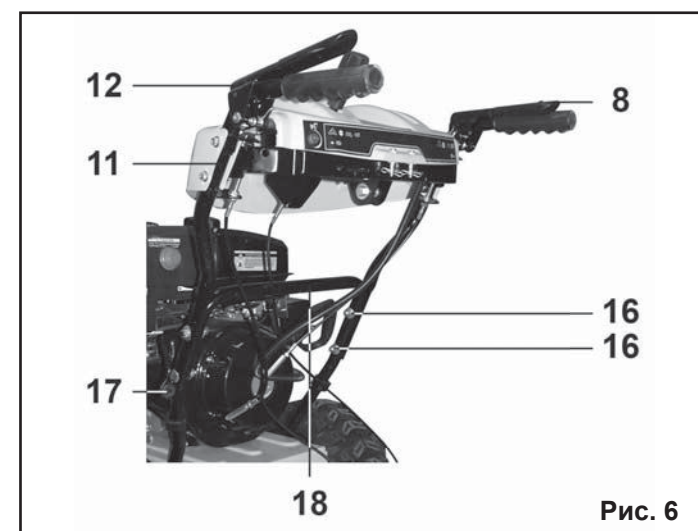

Рис. 6
6.1.2. Установите рукоятку управления (11) на нижнюю рукоятку (18) снегоуборщика, как показано на Рис.6.